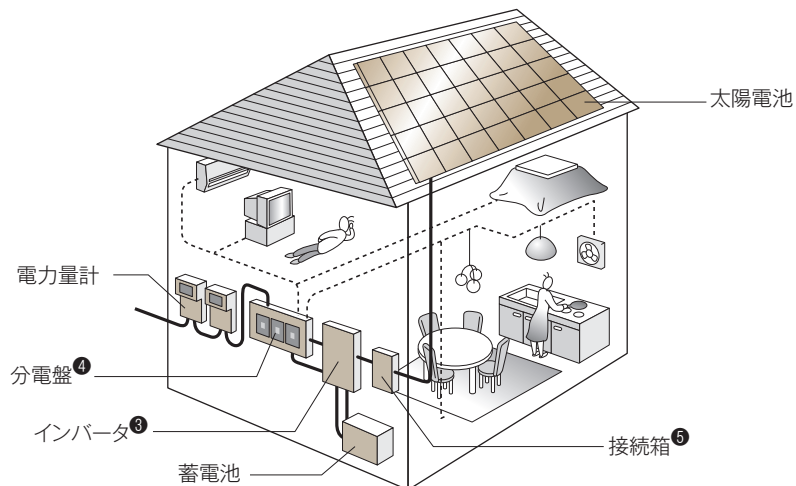

図8 ソーラハウスの原理図
❶ 非晶質けい素ともよばれ、ふつうのけい素と異なり、原子の並び方が無秩序で、規則的な結晶状にはなっていない。
❷ 太陽光発電は、酸性雨などの原因になる $\text{NO}_x$ や $\text{SO}_x$ および $\text{CO}_2$ を排出しない。
❸ 発電した直流電圧を交流に変換する装置。
❹ 電力を各室内に分配する装置。
❺ 太陽電池で発電した電気を集め、インバータへ送る装置。
きたが、最近ではアモルファスシリコン❶半導体による太陽電池が安価にできるようになり、用途が広まっている。たとえば、ソーラハウスや道路の標識、ソーラカーの電源として用いられている。これまでの石油・石炭などの化石燃料による発電は、燃焼によって二酸化炭素 $\text{CO}_2$ を発生するため、大気中の $\text{CO}_2$ の増加の原因となり、地球温暖化など環境問題❷の一因になっている。太陽光エネルギーによる発電は、クリーンエネルギーとしてまた省エネルギーとしてますます需要が高まっているが、さらに実用化するには、既存の電力発電コストとの比較から、太陽電池の発電効率を高める必要があり、研究開発が進められている。図8は、ソーラハウスの原理図である。